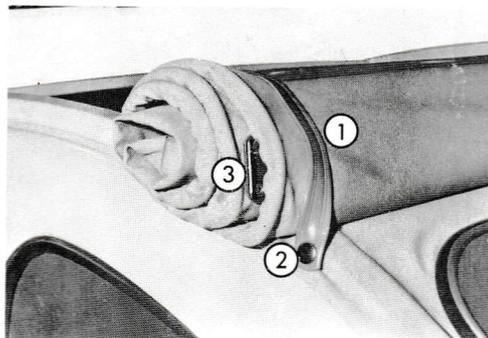

Abb. 28 - Ganzöffnung des Rollverdecks
- Rollverdeck bis zur Heckscheibe aufrollen und mit den Spannbändern (Abb. 28 (1)) an den Druckknöpfen (2) befestigen.